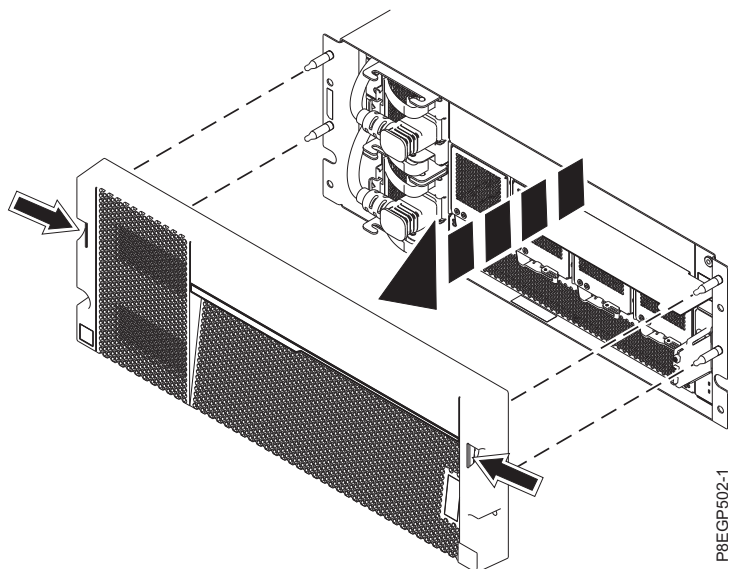

Figure 8. Retrait du capot et de la carte des informations de maintenance
- b. A l'aide des deux points de contact de couleur bleue situés de chaque côté du tiroir, retirez le capot de façon bien droite de la partie avant du tiroir, comme illustré dans la figure 8, à la page 11.